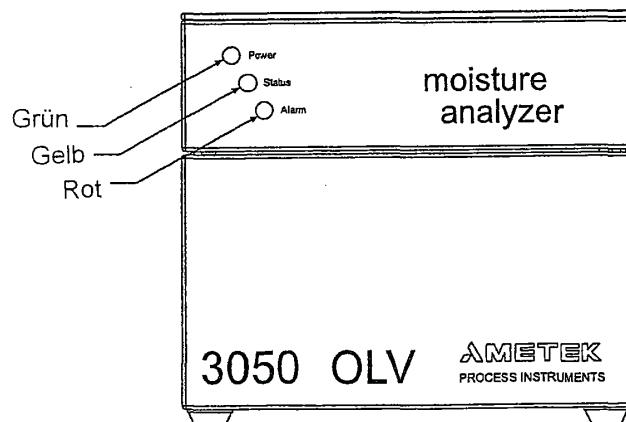

Abb. 3.
2. Gemäß Abb. 3 wird das Instrument befestigt und verschraubt.